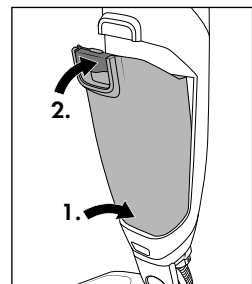

Fig. 15
- ◆ Encaixe o depósito de resíduos 10 na unidade do motor 8, até prender de forma audível (ver fig. 15).